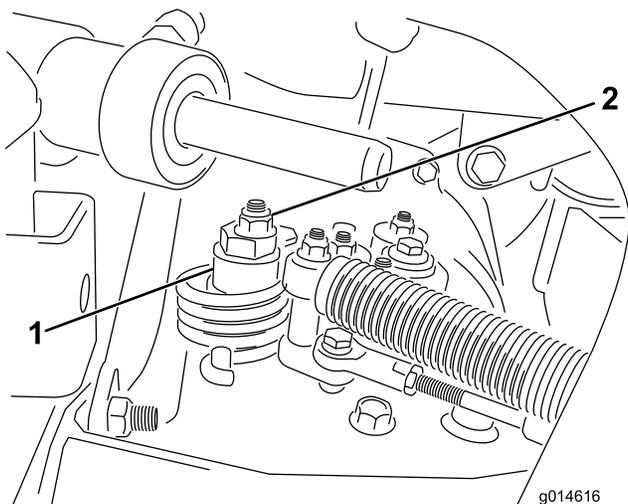

図 48
- A. 偏芯ナットをハイドロスタット上部に止めているナットをゆるめる（図 48）。
- C. どちらにも車輪が回らないように偏芯ナットを回して調整する。調整ができれば固定ナットを締める（図 48）。スロットル SLOW および FAST 位置で調整が正しいことを確認する。